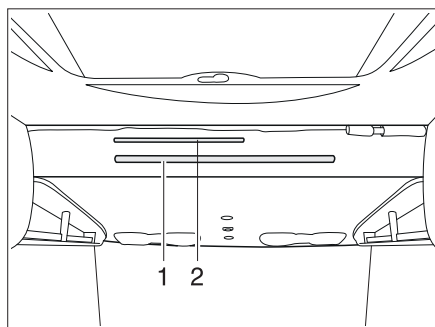

Fig. 117 Cama elevada manual
- Tirar la palanca del tirador (Fig. 117,2) hacia abajo, para desbloquear la cama elevada.
- Tirar de la barra de soporte (Fig. 117,1) la cama elevada con ambas manos formando un arco hacia abajo, hasta que engatille audiblemente.
- Enganchar la escalera de ascenso en la barra de soporte (Fig. 117,1) de la cama elevada con los dos ganchos.